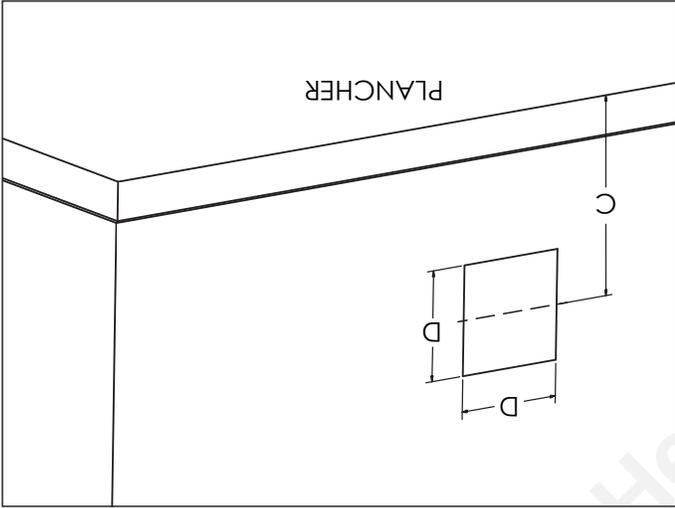

Figure 2
2. Découpez le trou carré à travers le mur selon les mesures et les positions indiquées dans la figure 2.